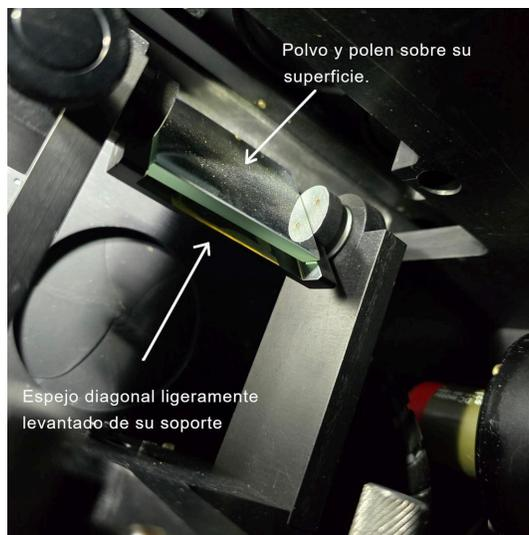
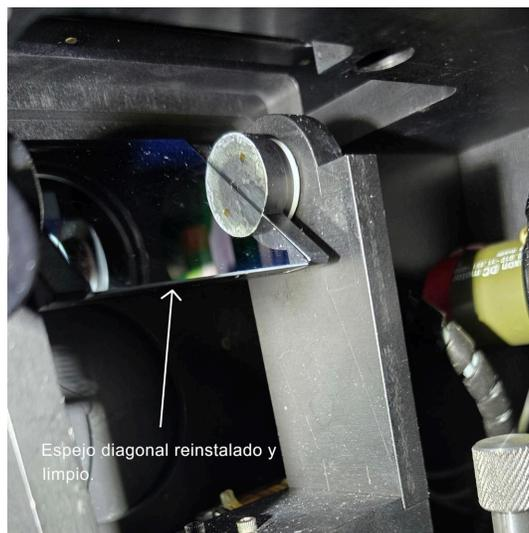

Figura 6.
Figura 7.
- **20 julio** - Por la tarde, a petición de Joel Herrera revisamos el funcionamiento de la charola de rendijas antes de intentar cualquier movimiento del espejo diagonal. Después de varias imágenes de rendija, consideramos que el problema de la noche anterior se debía a un movimiento del espejo diagonal. Además, notamos que el espejo diagonal estaba ligeramente levantado en una de sus esquinas (Figura 6). Entonces, procedí a asentar dicha esquina sobre el soporte del espejo, pero este se deslizó hacia el papel con el que lo estaba sujetando. Lo que sucedió es que el espejo diagonal se despegó de su soporte. Notamos que el pegamento que lo "sostenía" ya estaba viejo y en cualquier momento no muy lejano se despegaría finalmente. Con apoyo de F. Valenzuela limpiamos el espejo diagonal, removimos el pegamento viejo y se colocó con silicón negro nuevamente sobre su soporte dentro del instrumento (Figura 7). Después, realizamos pruebas de imagen de rendija, arcos y del campo del cielo, para verificar que dicho espejo hubiera quedado posicionado correctamente. Todas las imágenes obtenidas lucían normal. El resto de la temporada no se reportaron fallas.